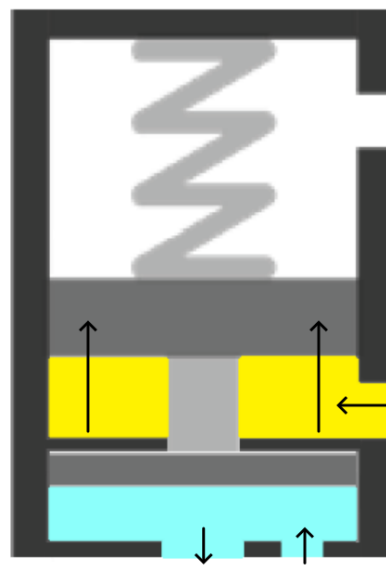

Figura 05 – Fase dosaggio semplice e doppio effetto
Nel caso di semplice effetto, ciò che tiene chiusa la valvola è la molla, quindi la pressione fluidica deve essere sotto alla pressione generata della molla per tenere chiusa la valvola (Figura 03). Il fluido si trova all'ingresso fluidico, il cui ingresso è bloccato dalla membrana, tenuta in posizione dallo spillo che è spinto dalla molla. Quando viene esercitata una pressione pneumatica nell'ingresso di apertura, il pistone si alza e, conseguentemente, anche lo spillo e la membrana, lasciando passare il fluido fino all'ugello (Figura 05).
- Lo spillo si solleva, sollevando la membrana e permettendo al fluido di uscire (Figura 05);